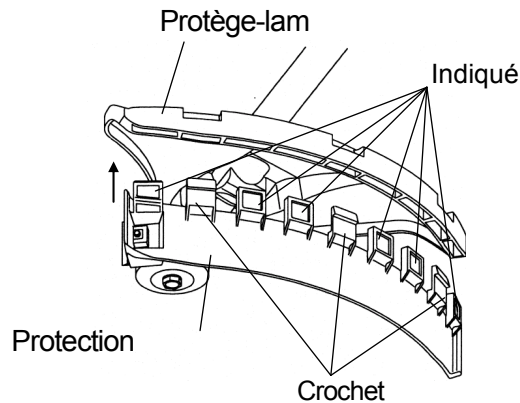

Fig.4
3. Intégrez le guide dans le Protège-lame indiqué Fig. 4.